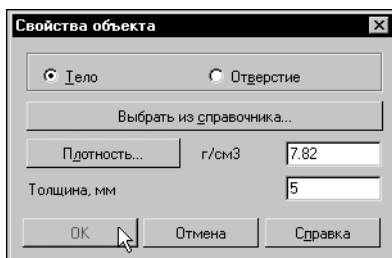

Рис. 47.11. Задание толщины объекта
7. В поле **Толщина, мм** введите значение толщины основания 5 и нажмите кнопку **ОК** (рис. 47.11).